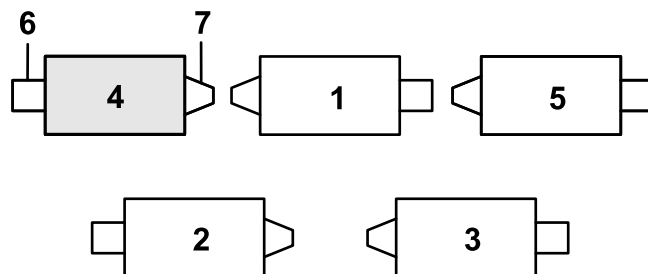

**Рисунок 5**
3. Убедитесь, что противовес (**Рисунок 5**) установлен на соответствующем конце режущего блока, как описано в *Руководстве по эксплуатации режущего блока*.